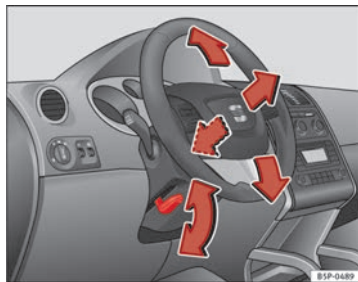

Abb. 133 Lenkradposition einstellen
- Schwenken Sie den Hebel ⇒ Abb. 133 unter der Lenksäule nach unten ⇒ ⚠.